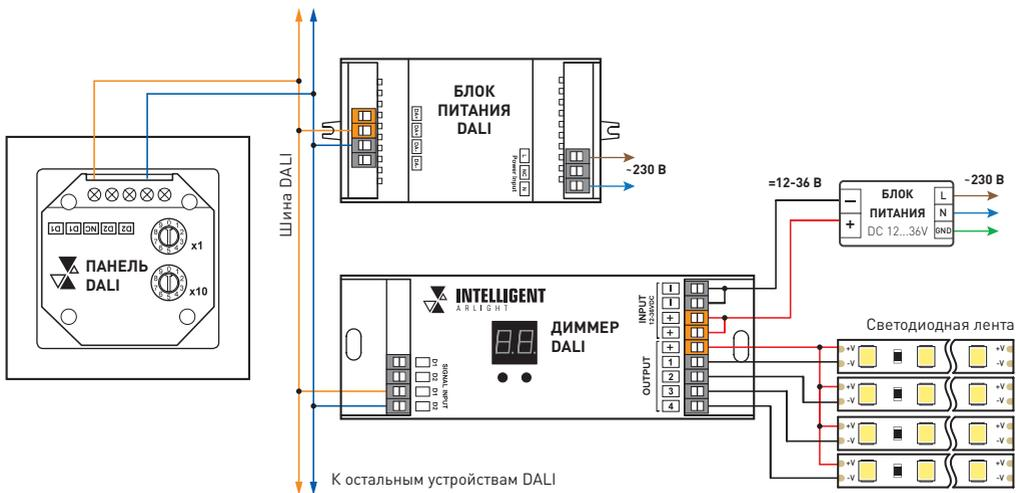

Рисунок 1. Подключение сенсорной панели на примере диммера SR-2302P.
- 3.2. Подключите провода от шины DALI к клеммам D1 и D2 сенсорной панели (Рис. 1).